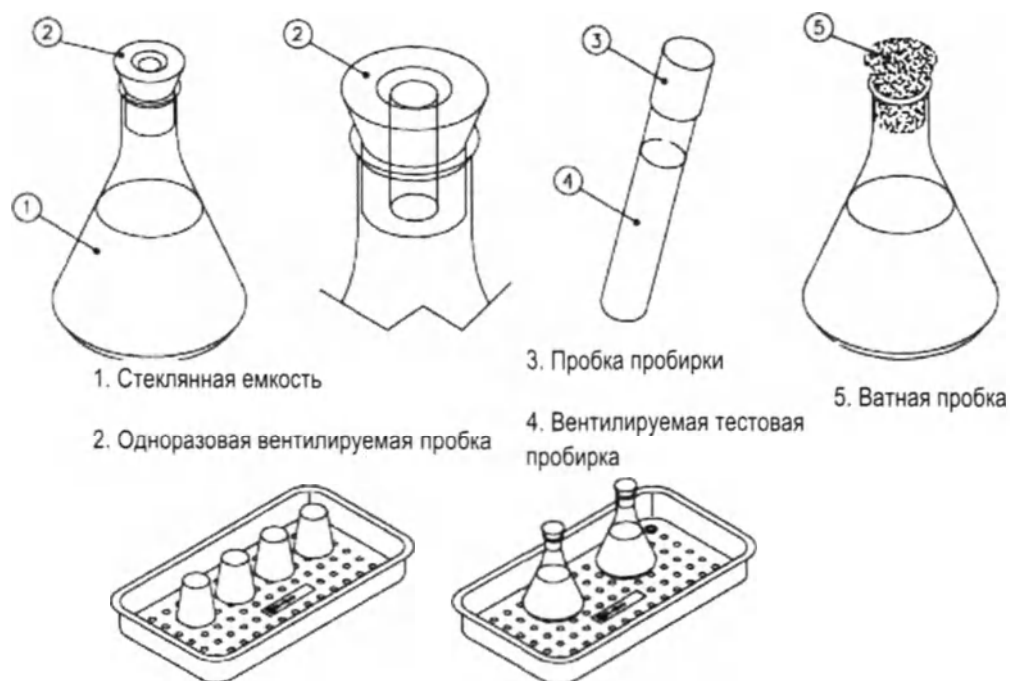

Рис. 13: Загрузка жидких материалов
- 2) Загрузить в камеру жидкости, как показано на Рис. 13, закрыть и заблокировать дверь.